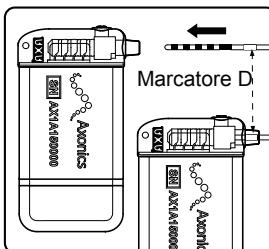

Figura 5. Inserire completamente l'elettrocatedere nel blocco connettore del neurostimolatore
4. Inserire completamente l'elettrocatedere nel blocco connettore del neurostimolatore finché non è possibile inserirlo oltre. L'indicatore D sull'elettrocatedere deve essere inserito del tutto nel serracavo del neurostimolatore (**Figura 5**). Il manicotto di ritenzione dell'elettrocatedere deve essere posizionato sotto la vite di fermo del neurostimolatore.